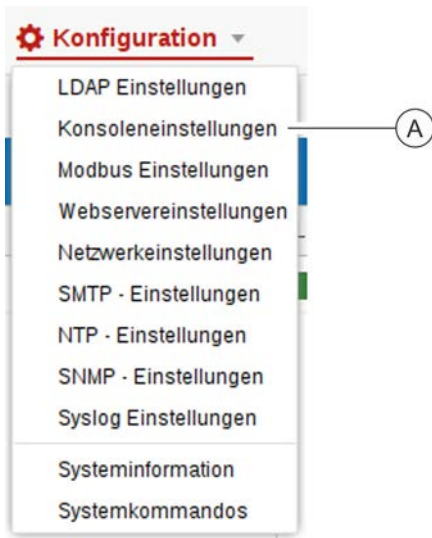

Abb. 217: Konsoleneinstellungen aufrufen
1. Über „Konfiguration → Konsoleneinstellungen“ die Konsoleneinstellungen aufrufen (Abb. 217/Ⓐ).